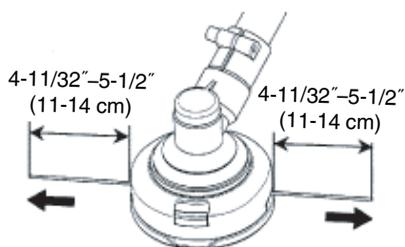

Fig. 42
(7) La longueur initiale du fil de coupe devrait être d'environ 4-11/32"-5-1/2" (11 à 14 cm), égale des deux côtés. (Fig. 42)